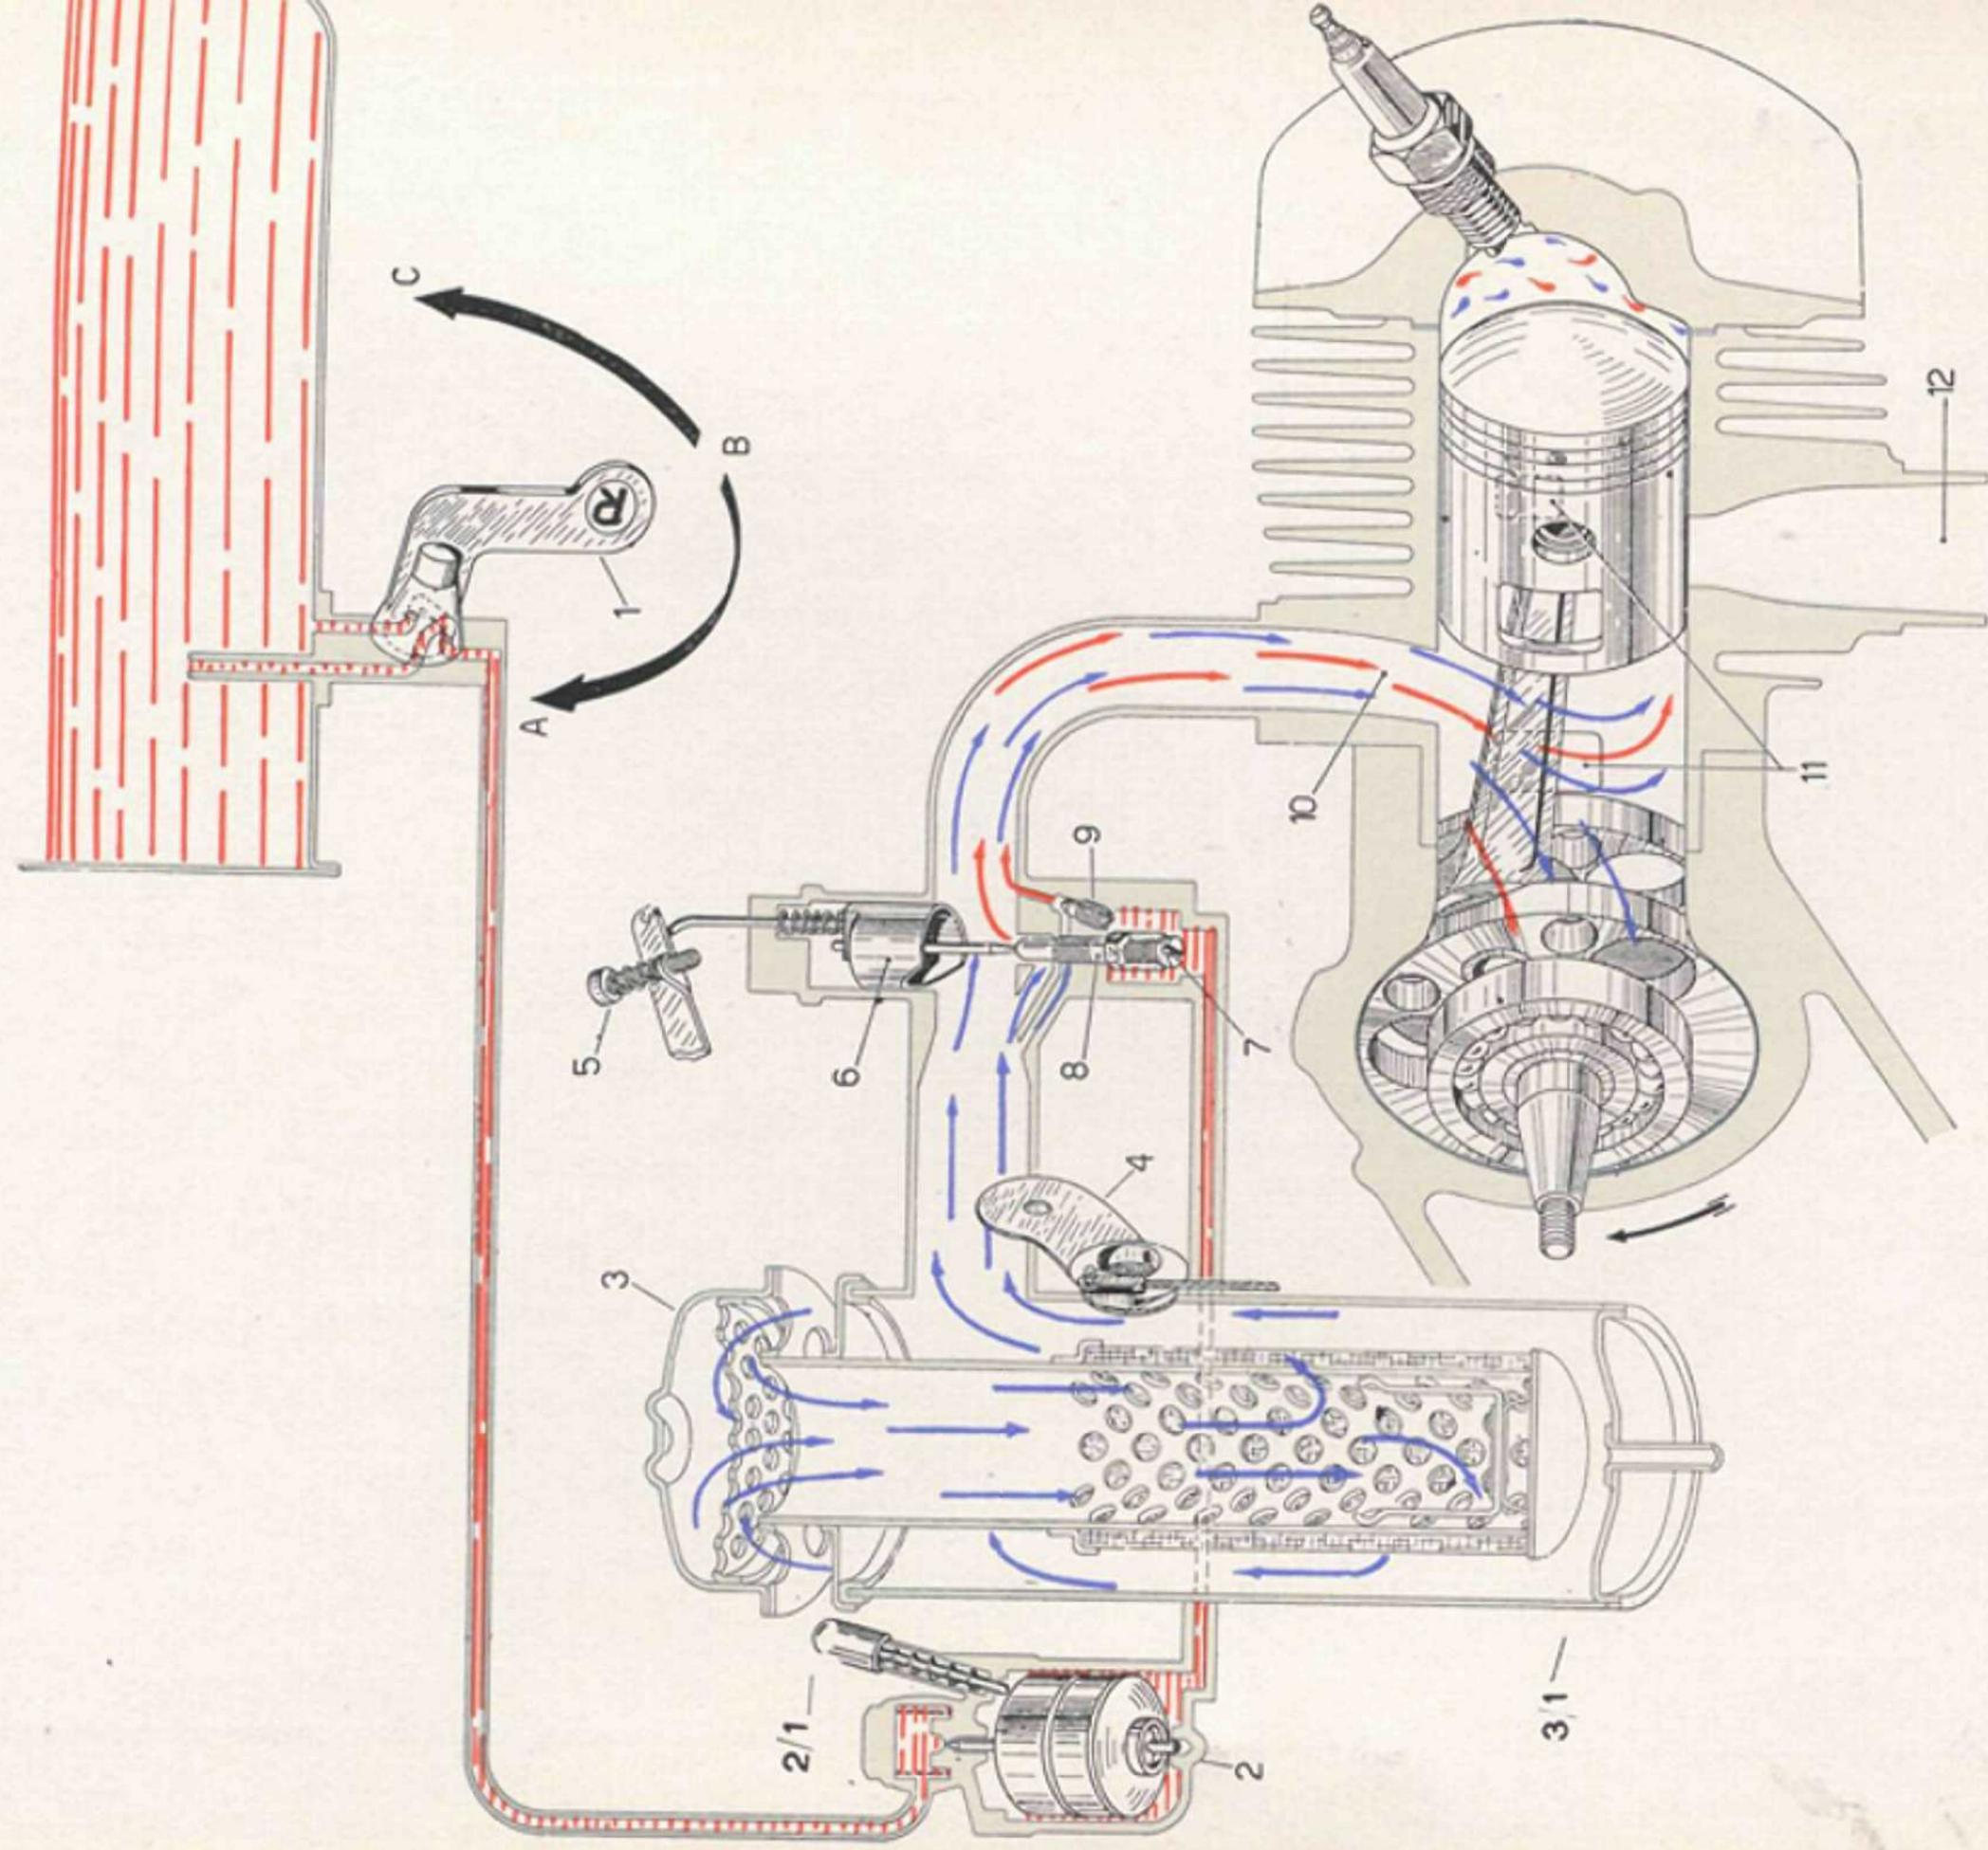

Fig. 9 - Schema alimentazione e distribuzione
**Se invece il motore non si avvia perchè fermo da lungo tempo, e comunque quando esso non sia ingolfato,** premere 3 ÷ 4 volte sul pulsante per richiamo miscela (n. 2/1, fig. 9) ed agire sul parzializzatore aria (pag. 15) prima di azionare la leva avviamento.
**Per regolare il minimo, avvitare o svitare la vite premente sul coperchio del corpo carburatore** (fig. 9, n. 5). Per innalzare il minimo, avvitare; per abbassarlo, svitare.
<p>SMONTAGGIO FILTRO ARIA PER PULITURA</p>	<ul style="list-style-type: none"> <li>— Il filtro aria (n. 3, fig. 9) può essere estratto dalla scatola del depuratore (n. 3/1, fig. 9) ribaltando il ponticello che lo tiene fisso alla scatola suddetta.</li> </ul>